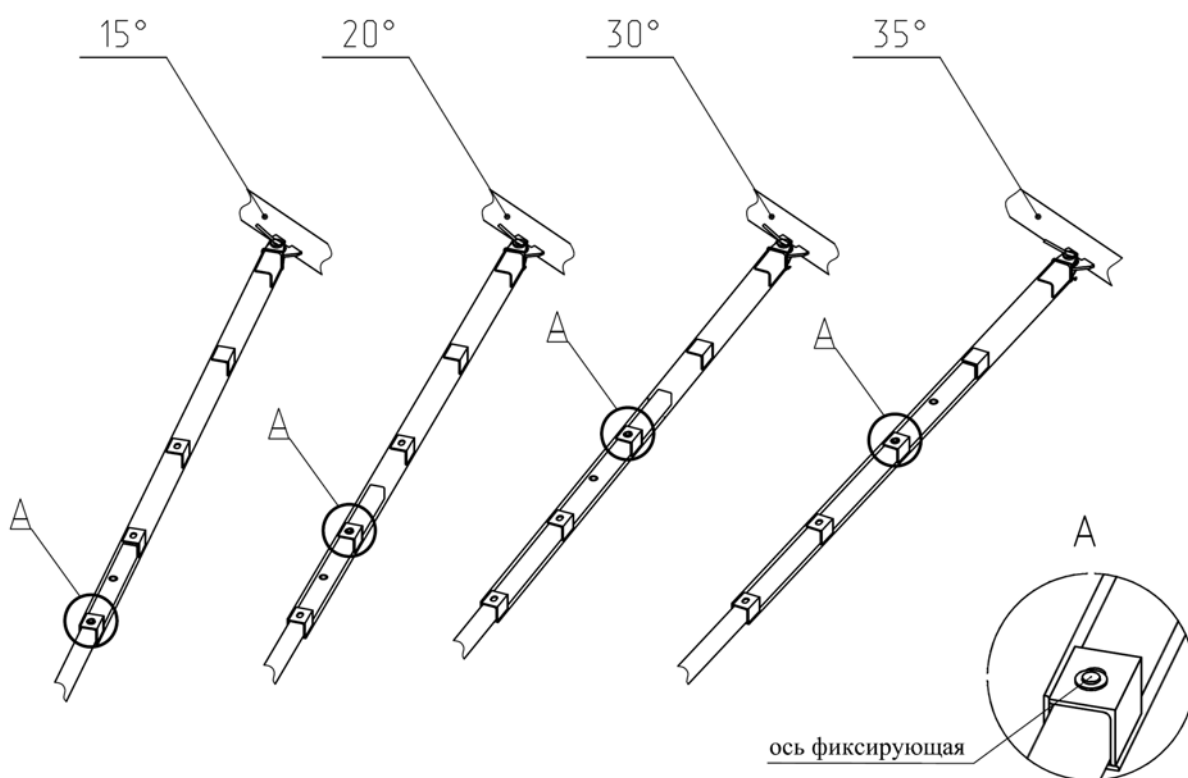

Рис.21 Схема установки угла атаки.
- при перестановке луцильника на углы атаки необходимо снять фиксирующие оси на растяжках, выбрать необходимый угол атаки, подать луцильник вперед или наза, в зависимости от угла атаки с помощью помощника совместить необходимые отверстия на тягах растяжек (см. Рис. 21);